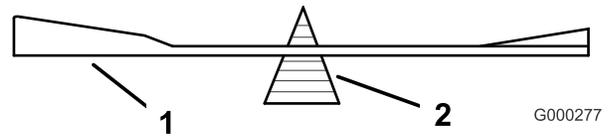
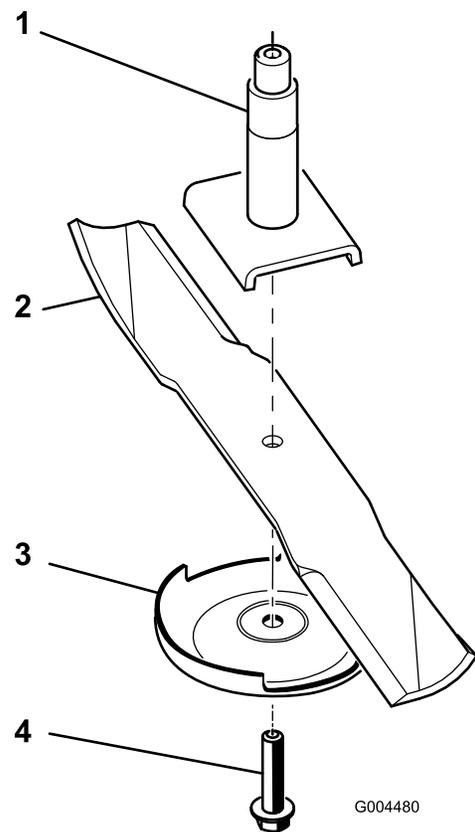

Bild 22
Bild 23
2. Entfernen Sie die Messerschraube, die Antiskalpierplatte und das Messer von der Spindelwelle (Bild 23).
1. Setzen Sie das Messer auf die Spindelwelle (Bild 23).
2. Montieren Sie die Antiskalpierplatte und die Messerschraube (Bild 23).
2. Überprüfen Sie die Auswuchtung des Schnittmessers auf einer Ausgleichsmaschine (Bild 22). Wenn das Schnittmesser in seiner horizontalen Position bleibt, ist es ausgewuchtet und kann wiederverwendet werden. Feilen Sie, wenn das Schnittmesser nicht ausgewuchtet ist, vom Flügelbereich des Messers etwas Metall ab (Bild 23). Wiederholen Sie diesen Vorgang, bis das Messer ausgewuchtet ist.